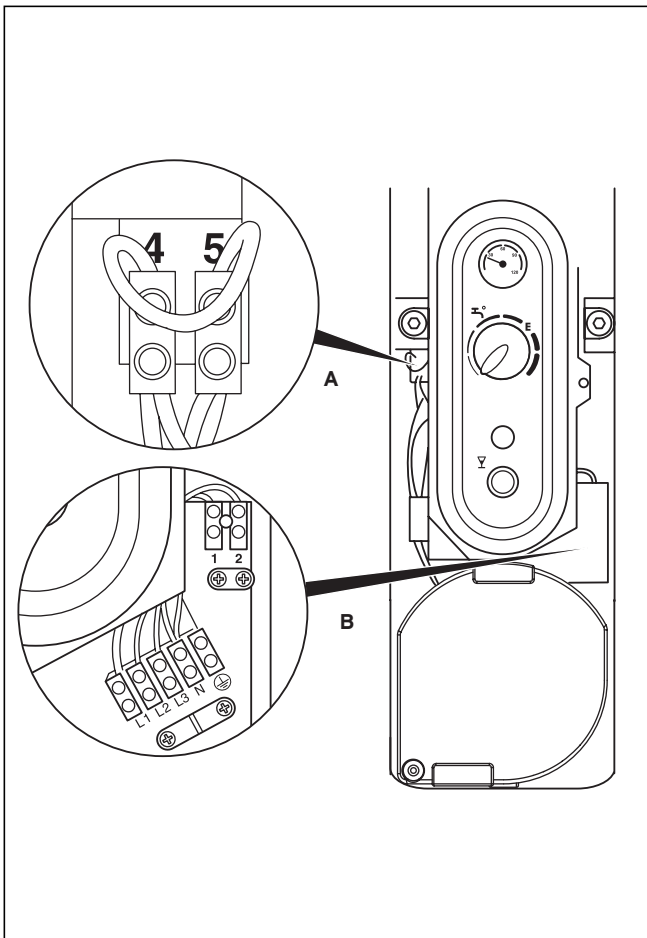

Abb. 8.5 Anschlusskasten
- Legen Sie das Kabel in die geöffnete Zugentlastung (B, siehe Abb. 8.5).